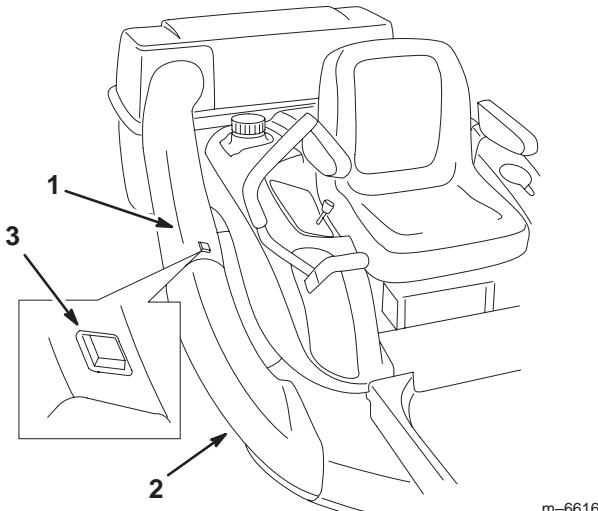

Bild 13
- Schieben Sie das Auswurfrohr in die Öffnung im Heckfangsystem (Bild 13).
- Schieben Sie das Auswurfrohr auf das Ende des Auswurfkanals. Achten Sie darauf, dass die Lasche am Auswurfkanal in das rechteckige Loch am Auswurfrohr einrastet (Bild 13).
- Drücken Sie die Lasche am Auswurfkanal und ziehen Sie das Auswurfrohr vom Kanal und Heckfangsystem ab (Bild 13).